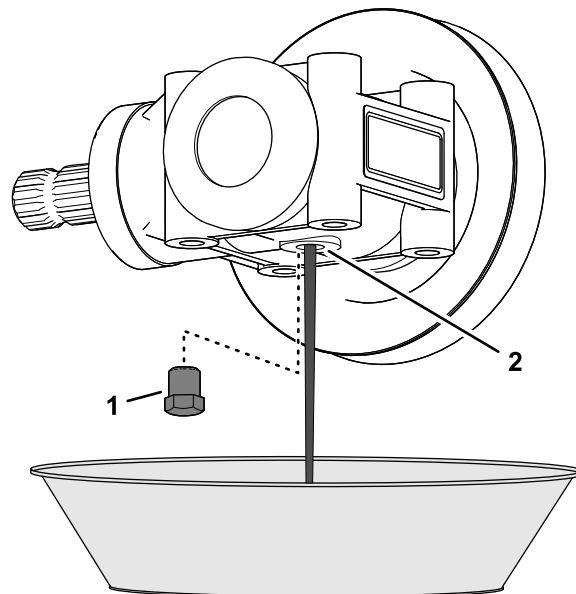

Figura 119
1. Retire el tapón de la caja del orificio del tapón de la caja de engranajes de la carcasa de corte (Figura 119).
2. Coloque la caja de engranajes sobre el recipiente de drenaje y drene por completo el aceite de la caja de engranajes (Figura 119).